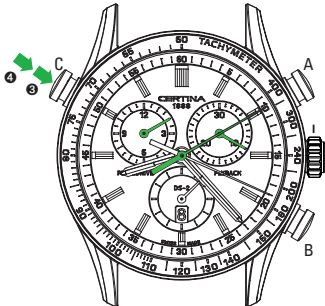

Abb. 13
**Ablesen der Zwischenzeit 2 (gemäß Abb. 13)**